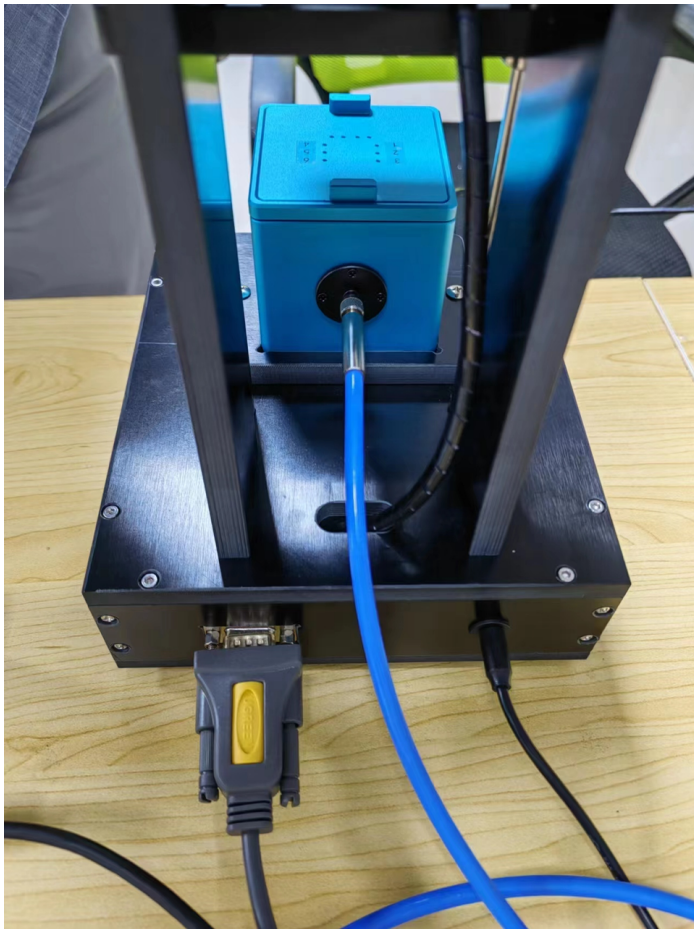

图4 积分球和光谱仪的光纤连接
- 3) 用USB转232通讯线连接探针台和电脑USB接口（图4左）。如果源表是Keithley2450，用USB线连接源表背；如果源表是Keithley2400，则需要用USB转232通讯线连接源表背面的RS232接口到电脑。
- 4) 把积分球放在探针台底座中，光纤一端插入积分球SMA905接口（图4左），光纤另一端接入光纤光谱仪SMA905接口（图4右）。积分球摆正后，拉下探针手柄，探针将刚好落入样品盖板孔位。
- 5) 光纤光谱仪接入配套电源（图4右），上电后可听到风扇转动响声。